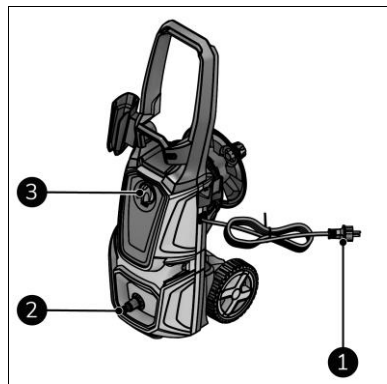

Abbildung 11
2. Stellen Sie sicher, dass sich der Schalter EIN(I)/AUS(0) (Abbildung 11, Pos. 3) in der Position AUS(0) befindet.
4. Schließen Sie die Wasserversorgung an das Gerät an (Abbildung 11, Pos. 2).